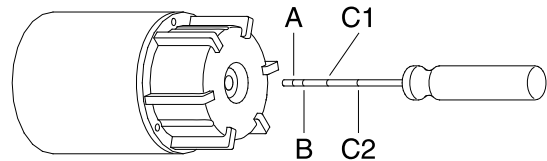

Afb. 4 Motorpositie tijdens het vullen - MMS
1. Plaats de motor onder een hoek van 45°, met het bovenstuk van de motor naar boven. Zie afb. 4.
2. Draai de stop (A) los en plaats een trechter in het gat.